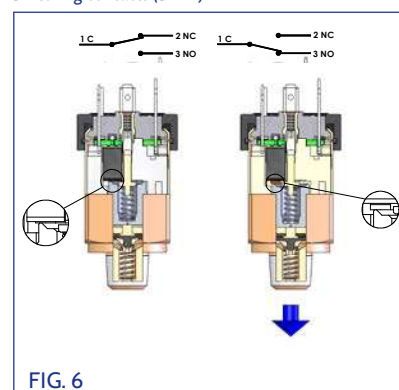

FIG. 6
- Nella versione con CONTATTI IN SCAMBIO (SPDT) di Fig. 3 (Fig. 6 per il vuoto), la pressione esercitata dal fluido sull'elemento separatore, (membrana o pistone), determina invece la commutazione di un microswitch. In quest'ultima versione è possibile utilizzare indifferentemente sia i contatti N.C. che N.O. che entrambi
- In the version with SPDT contacts (Fig. 3 for Pressure and Fig. 6 for Vacuum), the pressure exerted by the fluid on the separating element (diaphragm or piston) triggers the switching of a microswitch. Either NC or NO contacts, or both, can be used in this version.